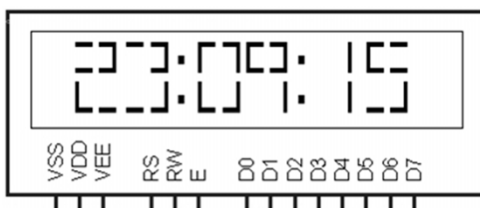

Fig. 5.30 – Números grandes para um cronômetro.
- 5.21** – Usando as duas linhas do LCD, crie um cronômetro com passo de 1 s. Utilize os números grandes (4 caracteres por dígito) e o pino PB2 do ATmega para o início/parada. Essa ideia é exemplificada na fig. 5.30.